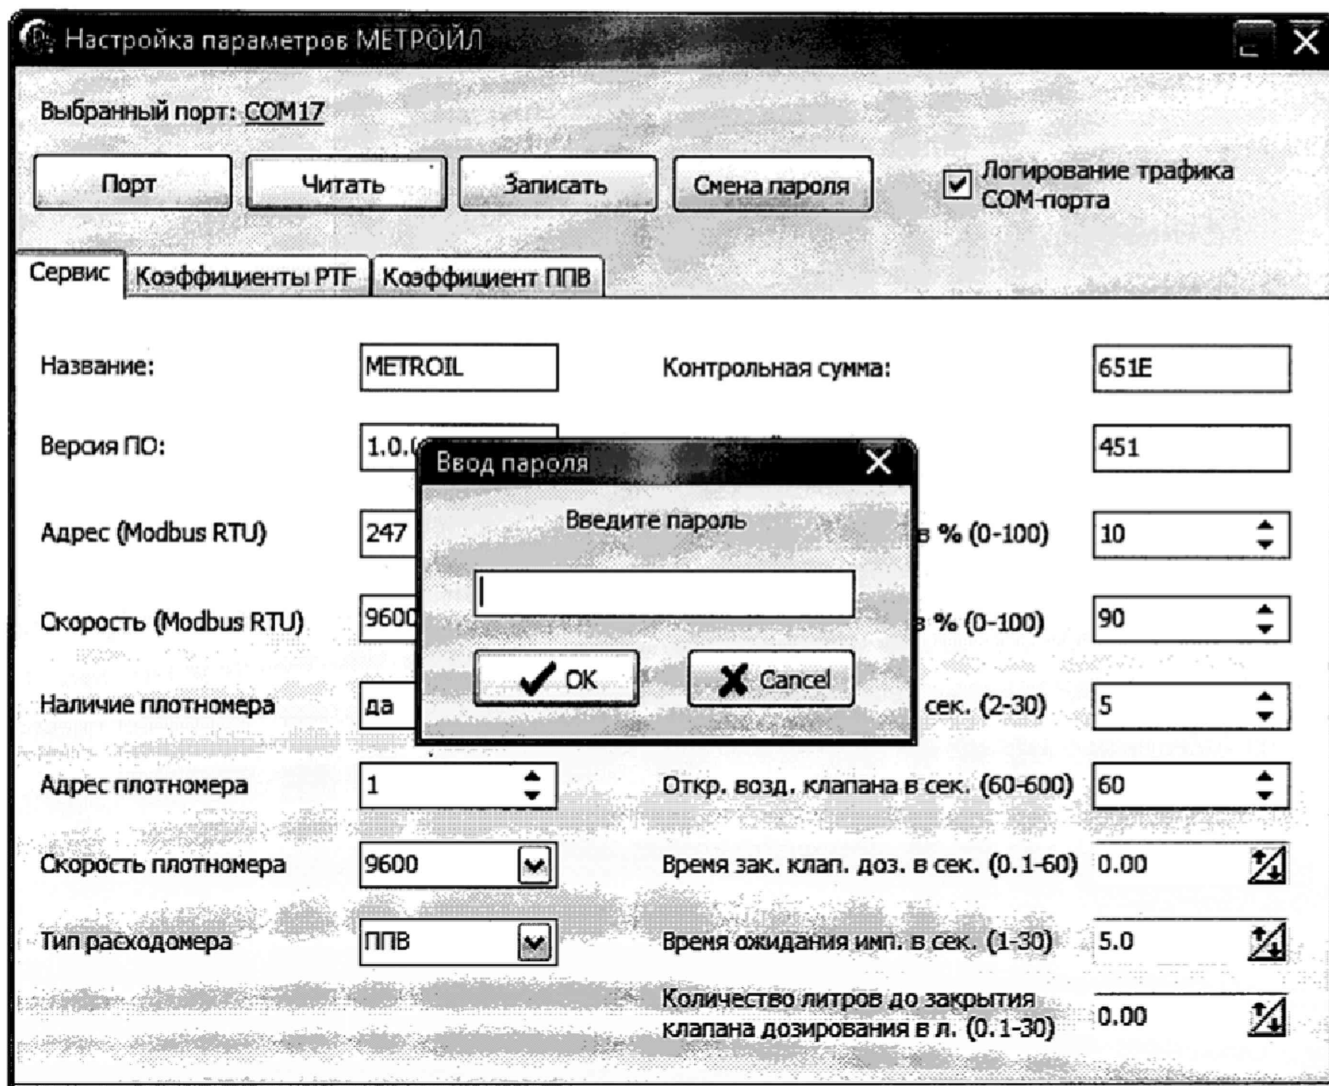

Рисунок. 12.
11.2.1.5 Для записи внесенных изменений необходимо нажать кнопку «Записать» (рисунок 12)